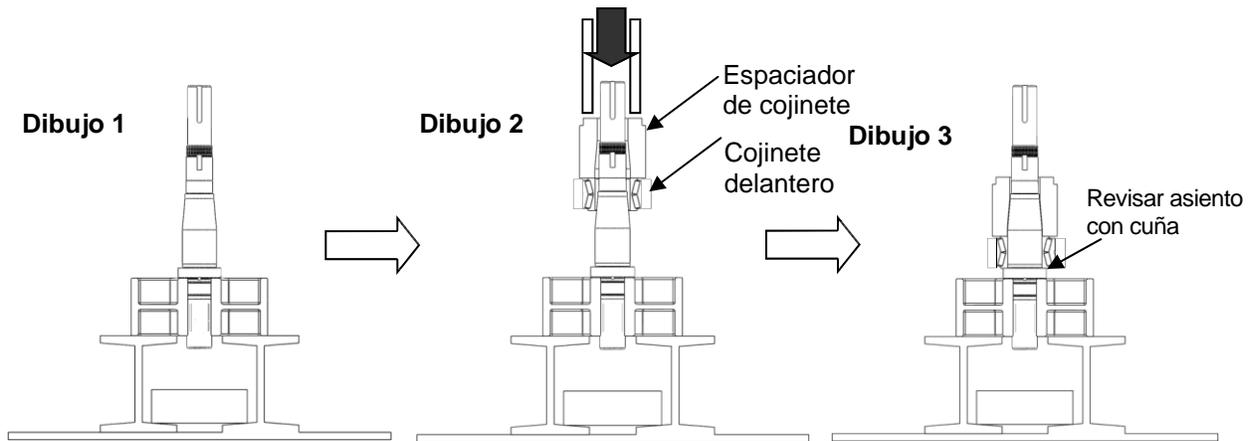

Figura 36: Presionar cojinete delantero sobre el eje
1) Limpie todas las partes reutilizables antes de reensamblarlas. Aplique una ligera capa de lubricante en el área del eje donde irá el cojinete delantero. Coloque el eje en posición vertical en la prensa con las lengüetas hacia abajo (Figura 36, Dibujo 1). Abra el nuevo ensamble de cojinete delantero y asegúrese de no intercambiar ninguna pieza. Todos los cojinetes se fabrican como juegos y se ensamblan para tener una longitud total precisa. Coloque el cojinete delantero sobre el eje junto con el espaciador del cojinete (Figura 36, Dibujo 2). Asegúrese de que el cojinete y el espaciador estén alineados antes de presionarlos. Consulte la Tabla 5 para ver la fuerza necesaria (en toneladas) para presionar los cojinetes sobre los ejes. Con una manga que se apoye en el espaciador del cojinete y que pase sobre el eje, presione el cojinete hasta que se asiente contra el hombro del eje. Se puede usar una calza para asegurar que el cojinete se apoye por completo en el hombro del eje (Figura 36, Dibujo 3).